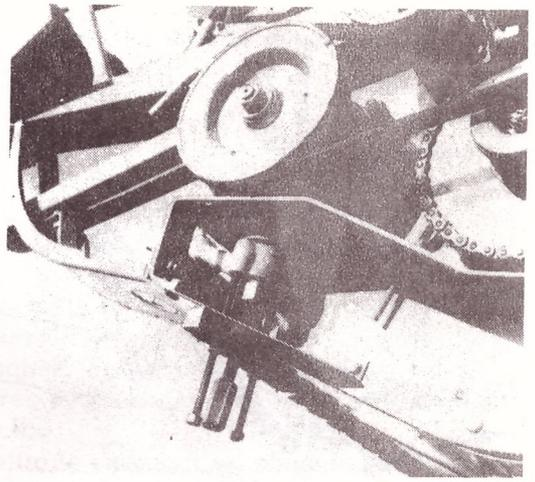

FIG. 46a
- à l'aide d'un extracteur et de deux tiges filetées M12 placées dans les trous, séparer le levier de l'axe conique ; le levier ne peut sortir et restera libre à sa place (fig.46a) ;